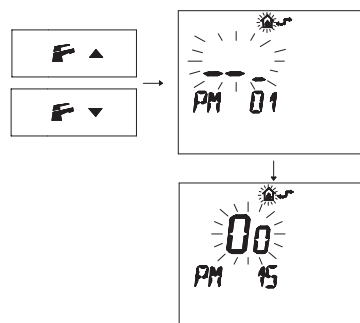

Figura 5.29
- Pulse los botones **F** o **F** para visualizar la programación "PM15" para la habilitación de la sonda externa (Figura 5.29).